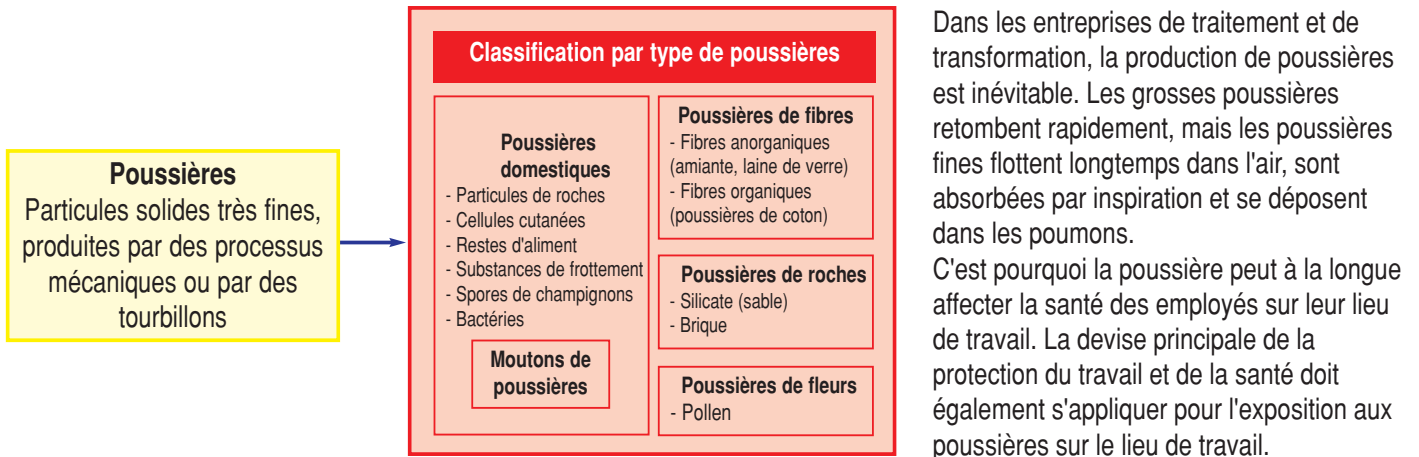

Figure 5, Classification selon l'origine
- selon l'origine voir Figure 5